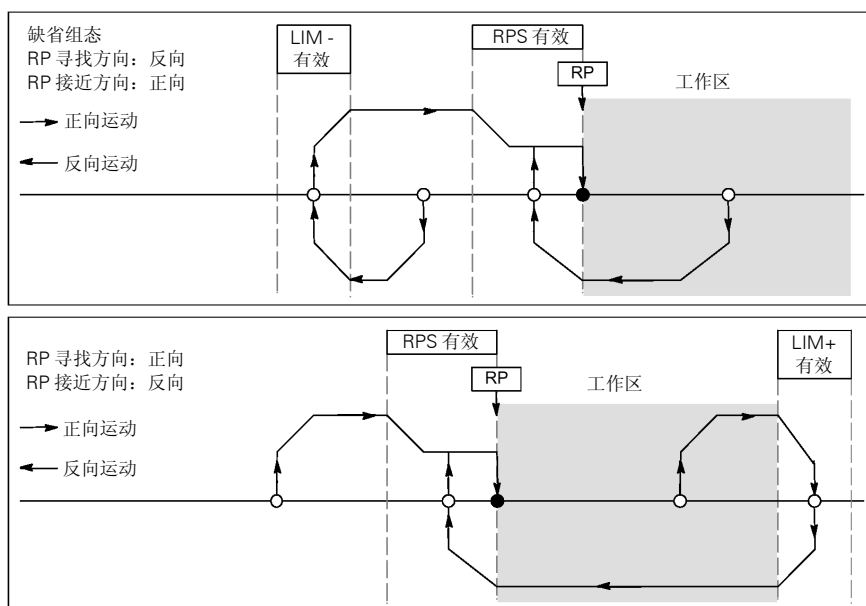
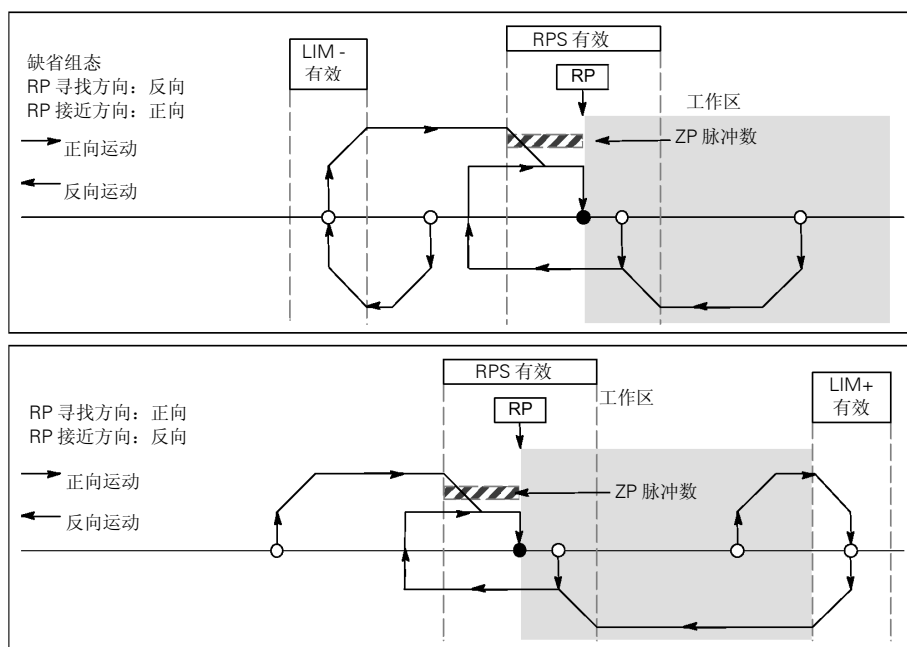

图 9-14 RP 寻找模式 1
图 9-17 RP 寻找模式 4
更多的关于位控模块不同的 RP 寻找顺序的信息，请参见图 9-14 至图 9-17。
- 图 9-14 所示是 RP 寻找模式 1 的选项。这种模式将 RP 定位在 RPS 输入开始激活，并且靠近工作区的这端。
- 图 9-17 所示是 RP 寻找模式 4 的选项。这种模式将 RP 定位在 RPS 输入有效区域内一个指定数量的零脉冲（ZP）处。